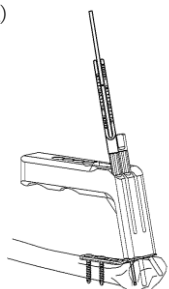

図11
- 11) 遠位ガイドピンスリーブを取り外し、遠位用デブスゲージ (フック付) にてスクリュー/ピン長を計測します。(図11)